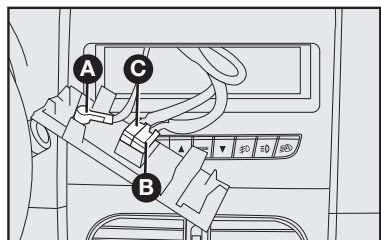

fig. 123
- cabo e plugue de alimentação elétrica para o autorrádio **C**—fig. 123.
– cabo e conector para antena de teto **A**—**fig. 123**.
– cabos e plugue para conexão dos alto-falantes e tweeters **B**—**fig. 123**.
– cabo de alimentação do autorrádio **C**—**fig. 123**.
– cabo para alto-falante dianteiro e traseiro **B**—**fig. 123**.